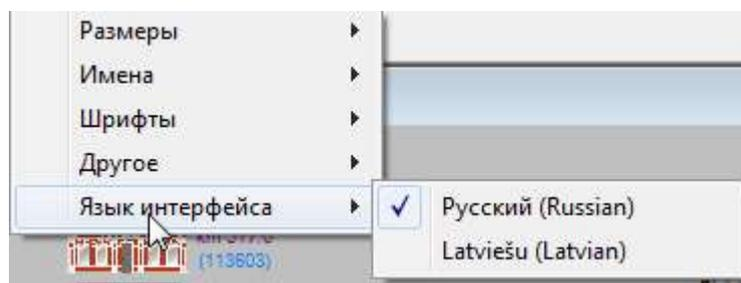

Рис.334.
- «Язык интерфейса» (см. рис. 334) позволяет выбрать язык интерфейса, отметив его галочкой.